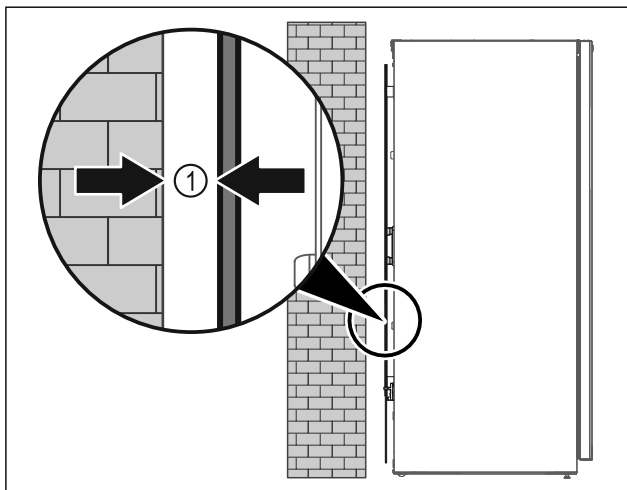

Fig. 6
- ▶ Instalați aparatul fie liber în încăpere sau direct la un perete cu o distanță minimă de 5 mm Fig. 6 (1).